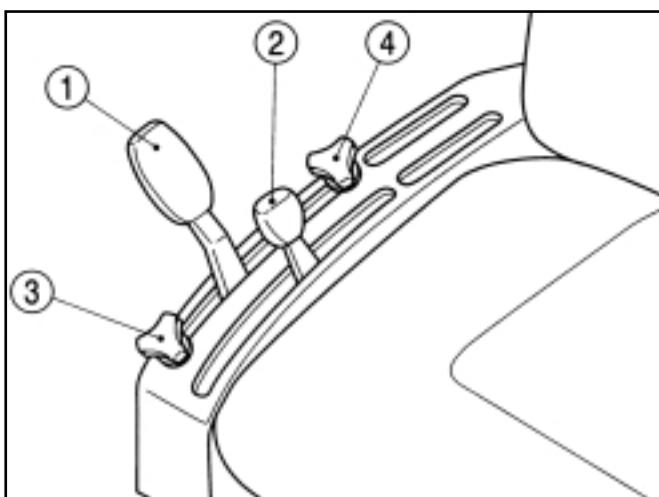

FIG. 31 / ABB. 31 / FIG. 31
Le levier de positionnement (1) dans la Fig. 31 règle la hauteur de l'attelage. On remonte l'attelage en tirant le levier vers l'arrière; on le descend à fond en le poussant complètement vers l'avant.
Der Hubwerkpositionshebel (1) in Abb. 31 stellt die Höhe des Dreipunkt-Hubwerks am hinteren Ende des Traktors ein. Die Höhe wird durch die Position des Hebels bestimmt. Die höchste Stellung ist erreicht, wenn der Hebel ganz nach hinten gedrückt ist, und die niedrigste, wenn der Hebel ganz nach vorn gedrückt ist.
De hendel voor de positieregeling (1) in Fig.31 past de hoogte van de driepuntshefinrichting achter aan de tractor aan. Wanneer u de hendel in een bepaalde stand zet, verandert ook de stand van de werktuigen op de driepuntshefinrichting. Voor de hoogste stand zet u de hendel volledig naar achteren; voor de laagste stand duwt u hem helemaal naar voren. U kunt de knopjes 3 en 4 die de hendel tegenhouden aanpassen om de minimale en maximale hoogte van de werktuigen in te stellen.